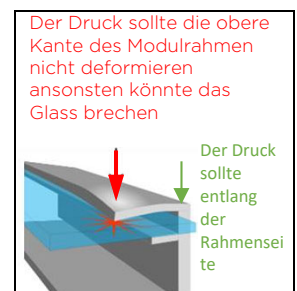

Abbildung 1a: Druck auf die Klemmenstellen
2) **Klemmen oder Clips:** Befestigen Sie das Modul mit den gegenüberliegenden Clips an der längeren und/oder kürzeren Seite des Modulrahmens. Die erlaubte Position der Klammern entnehmen Sie bitte aus der Anhang. Achten Sie darauf, dass die Clips oder Klemmen ausreichend belastbar sind, um die maximale Festigkeitsauslegung für das Modul zu erzielen. Clips und Klemmen werden nicht von TCL bereitgestellt. Die Klammern müssen die Kraft gleichmäßig und parallel mit der "Rückwand" des Modulrahmens und nicht nur auf den oberen Flansch ausüben. Sie dürfen keine übermäßige Kraft auf den Rahmen ausüben, den oberen Flansch verziehen oder das Glas berühren - diese Praktiken führen zum Erlöschen der Modulgarantie und können zum Rahmen- und Glasbruch führen. Die Abbildung 1a zeigt ins Detail ein mögliches Schadensbild auf.